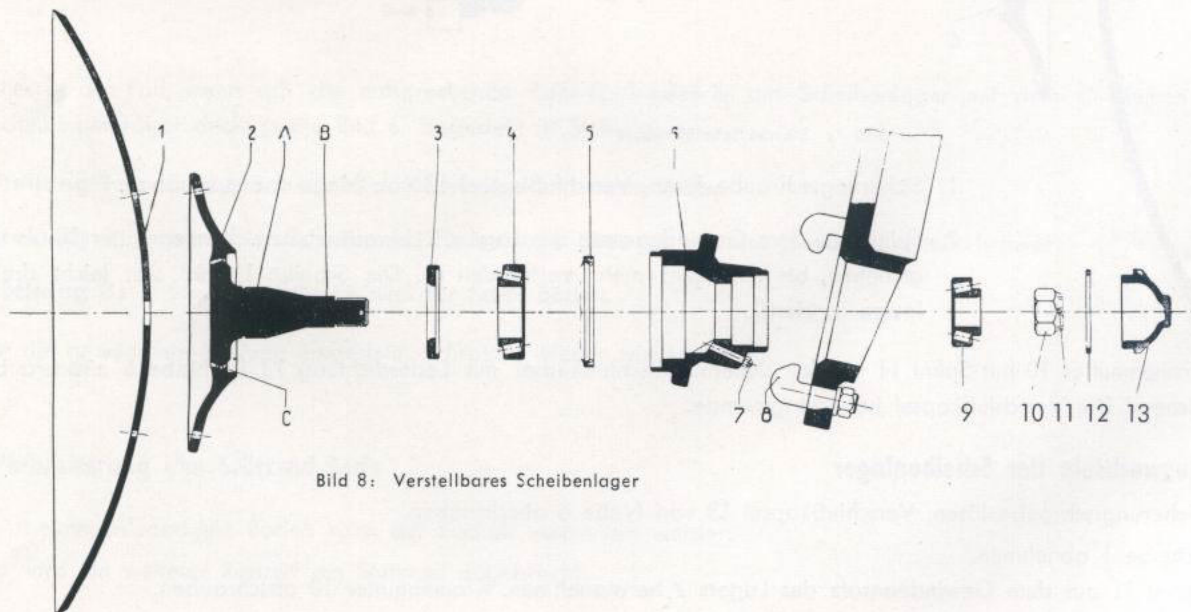

Bild 8: Verstellbares Scheibenlager
D) Nachstellen und Auswechseln des verstellbaren Rollenlagers (Bild 8)
Nachstellen und Auswechseln entspricht auch wie beim starren Rollenlager (siehe vorstehende Beschreibung). Es ist jedoch das nachstehende Bild 8 gültig.